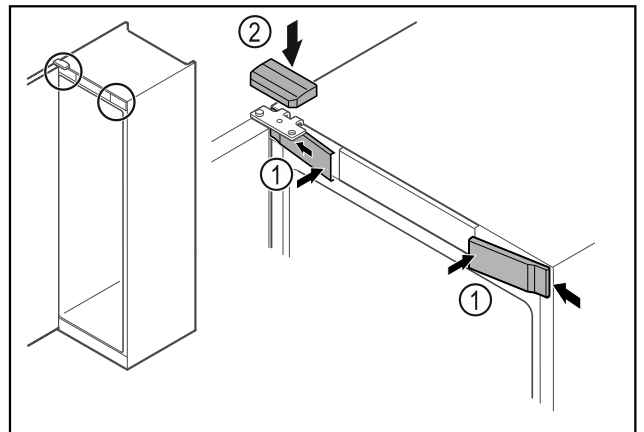

Fig. 27
- ▶ Vordere Abdeckungen Fig. 27 (1) seitlich einhaken und aufrasten.
- ▶ Obere Abdeckung Fig. 27 (2) von oben aufrasten.